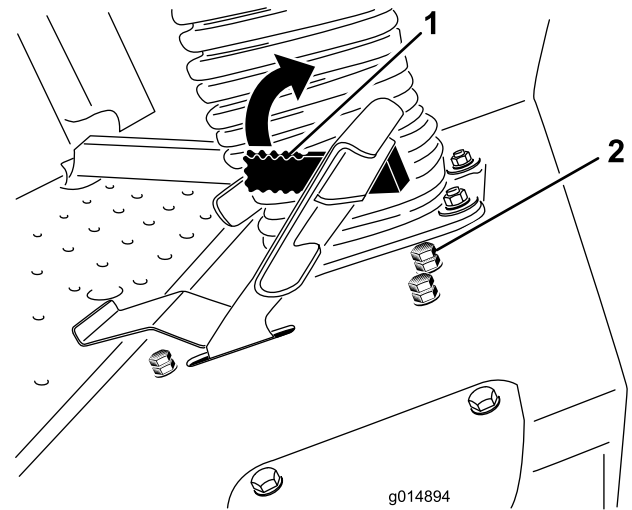

Figure 52
3. Desserrez l'écrou de blocage sur le boulon d'arrêt du limiteur de vitesse (Figure 52).
Le levier limiteur de vitesse (Figure 52) peut être basculé en avant pour limiter la vitesse de déplacement pendant la marche.